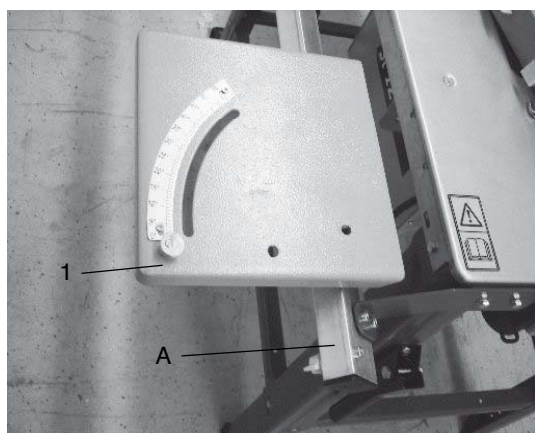

Fig. 23 : Serrer l'écrou papillon
- Figure 23 : Glissez le plateau coulissant (1) sur le tube de guidage (A) et mettez 2 vis Allen M6x40 et 2 écrous papillon de chaque côté du tube de guidage (A) pour empêcher le plateau coulissant de tomber.